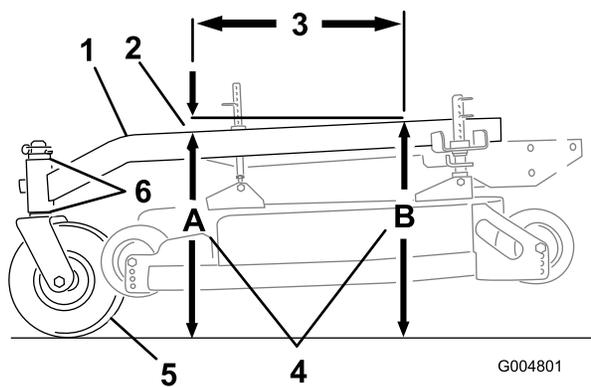

Figura 54
Il telaio portante deve avere un'inclinazione da 3 a 10 mm per la lunghezza di 61 cm sul telaio portante (Figura 54).
1. Misurate la sporgenza di 61 cm sul telaio portante (Figura 54).
- Misurate l'altezza del telaio portante al punto **A** (Figura 54).
- Misurate l'altezza del telaio portante al punto **B** (Figura 54).
- L'altezza al punto **A** deve essere di 6-10 mm inferiore rispetto al punto **B** (Figura 54).
- Se il telaio portante non è inclinato correttamente, spostate i distanziali orientabili in modo da ottenere un angolo di inclinazione di 6-10 mm (Figura 54). Spostate i distanziali dall'alto o dal basso per ottenere l'inclinazione corretta.